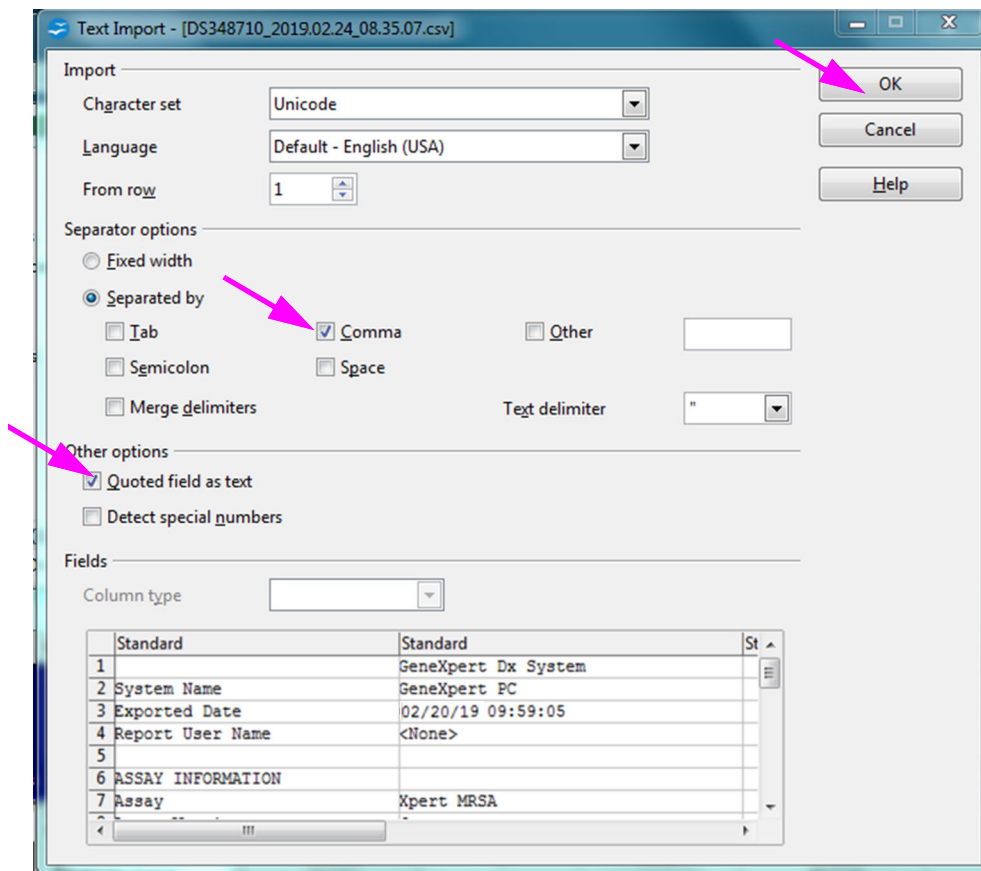

Figura D-4. Ecrã Text Import (Importar texto) com novas definições selecionadas
5. Seleccione a caixa de verificação à esquerda de **Comma (Vírgula)** e **Quoted field as text (Campo delimitado por aspas como texto)**. Consulte a figura D-4.